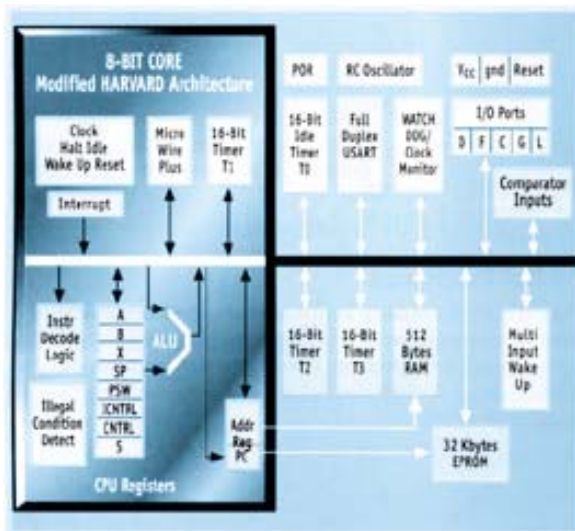

Рис. 2. Структурная схема микроконтроллера COP8SGE7/COP8SGR7
- восьмиразрядный однократно программируемый микроконтроллер COP8SGE7/COP8SGR7 (структурная схема приведена на рис. 2) с параметрами: